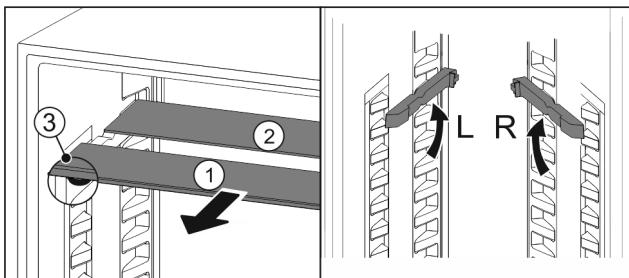

Fig. 99
- Посьуньте Fig. 99 (1) скляну панель вперед.
- Скляна панель Fig. 99 (1) з декоративною планкою лежить спереду.
- Стопори Fig. 99 (3) показують вниз.